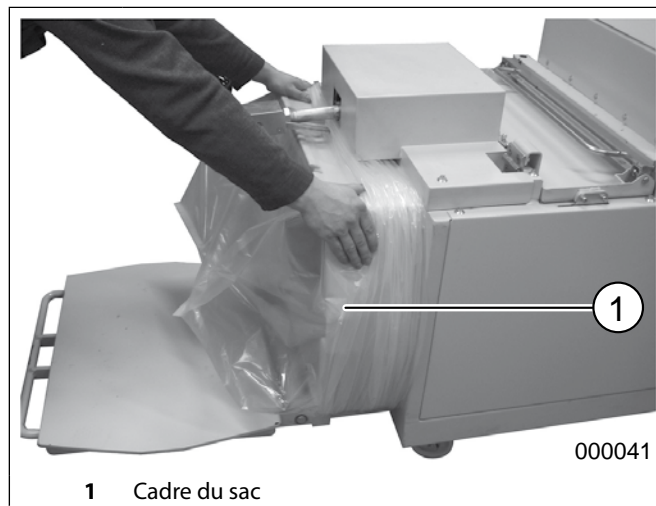

fig. 19 Nouveau sac en plastiques
Si la balle doit être ficelée, il faut tirer la bande à l'intérieur de la chambre de compactage comme décrit sous la rubrique « Déploiement de la bande pour de nouvelles balles », p. 37, avant d'enfiler le sac sur son cadre (fig. 19) (ne s'applique pas dans le cas « C »).
2. Tendre le bord du sac sous le cadre (fig. 19) puis faire glisser progressivement le sac sur son cadre jusqu'au bout.